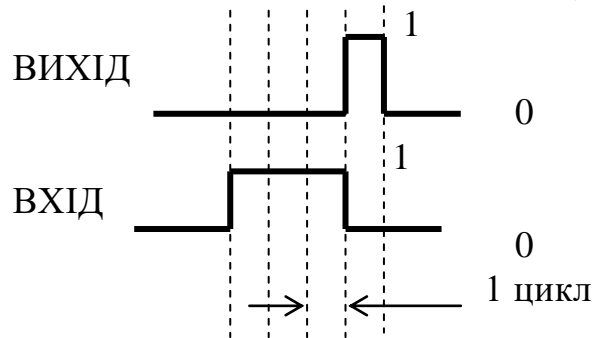

Рисунок 2.6.4 – Графік функції контакту "вхід негативний одновібратора" Контакт використовується для реєстрації подій;
- контакт “**вхід негативний одновібратора**” – призначений для цифрової змінної (типу ВІТ). Зв'язок між входом і виходом контакту згідно рис. 2.6.4: